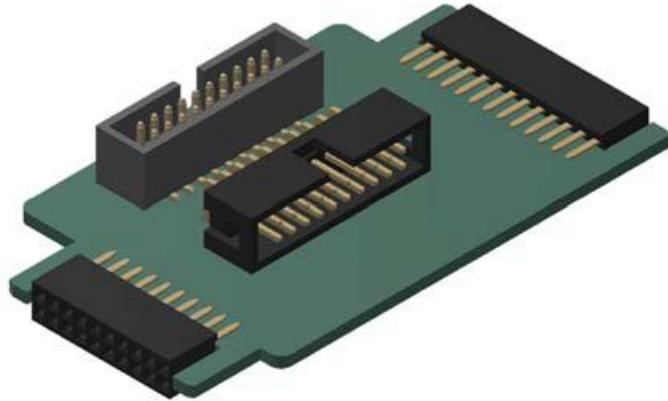

図 2 - Audio Grabber 専用アダプタ
Audio Grabber 用アダプタ（図 2）は、Ellisys アナライザの PRO, ENT エディションに標準添付されているロジック・ケーブル（図 4）を使用することで、I2S デジタル・オーディオ、UART、I2C や SPI などの一般的なオーディオ制御プロトコル、ロジック信号などを必要に応じて同期して記録することができます。ロジック・ケーブルの接続方法については、“ロジック・ケーブル - Bluetooth Tracker と Vanguard” の項を参照してください。
図 2 を見てください。左側のコネクタは Bluetooth Tracker または Vanguard のロジック・ポートに接続します。右側のコネクタは Bluetooth Explorer のロジック・ポートに取り付けます。中央には 2 つのコネクタがあり、奥のコネクタは BV1 / BTR1 用（BEX400 用は使用不可）のロジック・ケーブルを挿入するためのもので、もう一方は Audio Grabber（図 3 参照）を接続するためのものです。
- 専用アダプタ（図 2）を用いて Audio Grabber を取り付ける場合は、必要に応じてロジック・ケーブル（図 4）をアダプタに接続し、そうでない場合はステップ 2 に進みます。